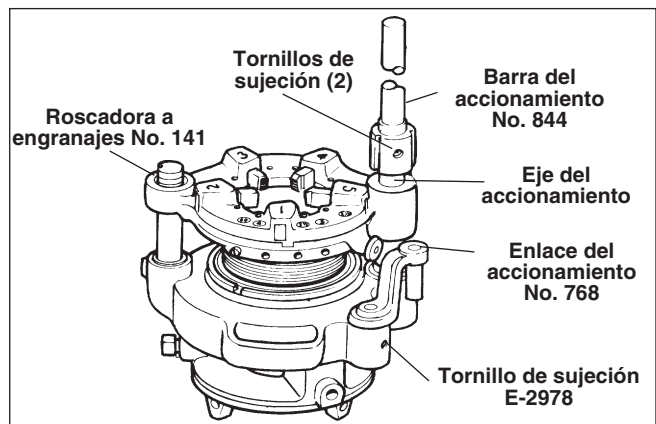

Figura 24 – Roscadora a engranajes No. 141 con la Barra del accionamiento No. 844 instalada
3. Instale la barra del accionamiento No. 844 en el eje de accionamiento de la roscadora a engranajes No. 141 y apriete los dos (2) tornillos de sujeción (Figura 24).
4. Introduzca el poste grande del enlace del accionamiento en el agujero de la Roscadora a engranajes No. 141 y apriete el tornillo de sujeción sólo lo suficiente como para sujetar al enlace del accionamiento. El enlace del accionamiento debe poder oscilar libremente (Figura 24).